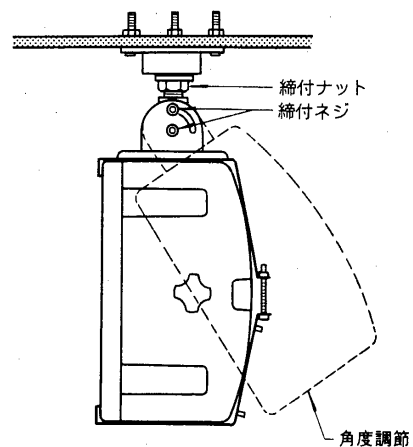

図6
⑦左右の取付方向を決め、締付ナットを強く締め付けてください。なお、ゆるみ防止のため塗料または、接着剤を軸ネジとナットにつながるように適量塗ってください。(図6)
⑧締付ネジを2本ともゆるめ、スピーカ本体の角度を調節し、締付ネジを締め固定してください。(図6) 角度は最大70°までの範囲で調節できます。